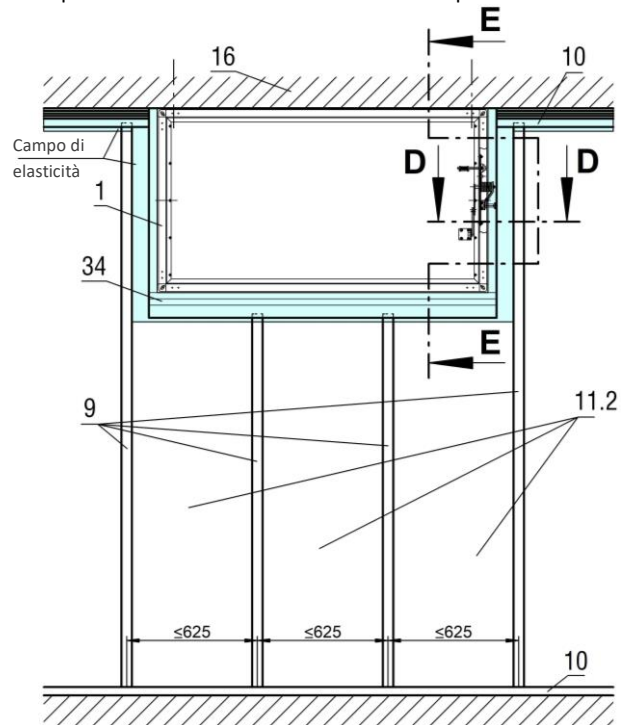
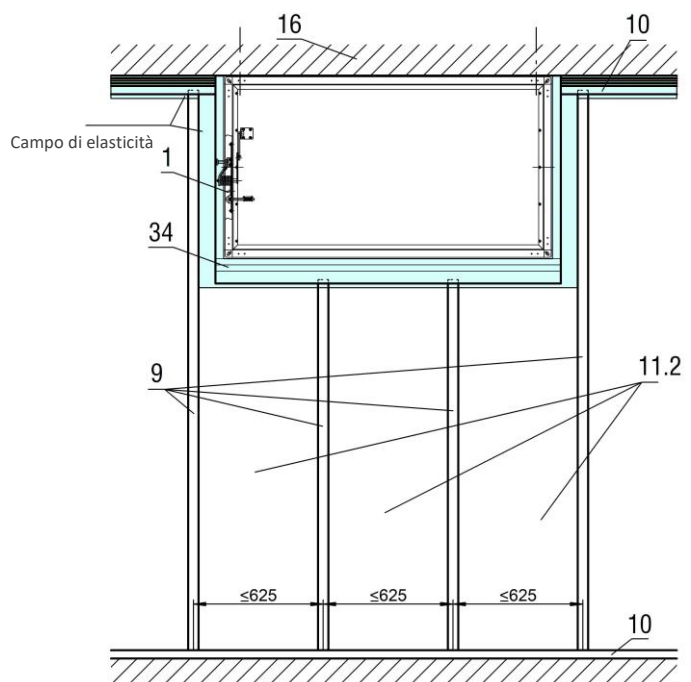

Figura 59: struttura in metallo con le modifiche necessarie per set di montaggio tipo GDL (rappresentata LxA 1500x800; R08 - R11 e/o R58 - R61)
Figura 60: struttura in metallo con le modifiche necessarie per set di montaggio tipo GDL (rappresentata LxA 1500x800; R12 - R15 e/o R62 - R65)
nella parte flottante (vedere Figura 59 + Figura 60) il montaggio dei sostegni in metallo deve essere effettuato secondo le indicazioni del costruttore della parete. In questa area non devono essere fissate le pannellature.
- Montaggio della serranda tagliafuoco (pos. 1) prima della costruzione della parete.
- La BKA-EN incluso il set di montaggio GDL (pos. 34) viene fissata al soffitto massiccio con gli angolari di supporto già montate sulla serranda (pos. 34.13; 4 pezzi) utilizzando tasselli in metallo M12 a cura del cliente.
- Il profilo orizzontale a U (pos. 34.8) e le barre verticali H (pos. 34.5; barre scorrevoli) del set di montaggio GDL devono essere orientati a bolla sulla parete (che viene realizzata successivamente).
- Installazione a parete nell'area adiacente al set di montaggio GDL (pos. 34):
- Montare le strisce dell'attacco scorrevole del soffitto alla parete su entrambi i lati del set di montaggio GDL al soffitto massiccio (pos. 16). Le strisce devono arrivare fino alle barre verticali H del set di montaggio GDL (pos. 34.5; barre scorrevoli). Le fessure rispetto al set di montaggio GDL devono essere chiuse (stuccate) con materiale idoneo alla parete. Quindi, viene effettuato il montaggio del profilo di collegamento UW.
- Impostazione del sostegno in metallo verticale e passante (pavimento-soffitto) sui due lati della serranda: distanza (in mm) alla barra H verticale (pos. 34.5; barra scorrevole): $10 \leq e \leq 85$.
- Posizionare il sostegno in metallo in modo centrato fra i sostegni citati sopra o in reticolo di 625 mm. Prevedere almeno un sostegno in metallo. I sostegni in metallo vengono impostati nel profilo UW del pavimento e nel profilo U del set di montaggio GDL (pos. 34.8).
- L'attacco della parete al profilo a U del set di montaggio GDL (pos. 34.8) deve essere realizzato sul collegamento del soffitto con la parete.
- Inserire la lana minerale (Pos. 11.2). Inserirli sempre nell'area contrassegnata (Figura 59).
- Montaggio delle pannellature su entrambi i lati (pos. 12). Non effettuare collegamenti a vite nelle aree contrassegnate (area flottante; Figura 59). Le pannellature e i sostegni con profilo CW devono essere montati ridotti della dimensione di flessione. Lateralmente, le pannellature devono superare di 2^{+1} mm il set di montaggio GDL. Il fissaggio delle pannellature può essere effettuato solo ai sostegni di profilo CW con una distanza riferita alla dimensione di flessione (da ≥ 10 mm a ≤ 20 mm) rispetto al profilo di collegamento UW o al profilo U (pos. 34.8) al fine di permetterne lo scorrimento.
- 9 profilo CW (50; 75; 100; 125) adattato alla pos. 10
- 10 profilo UW (50; 75; 100; 125) adattato alla pos. 9